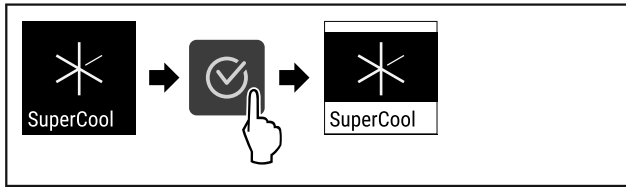

Fig. 73
- ▶ Vykonajte kroky akcie (pozri Fig. 73).